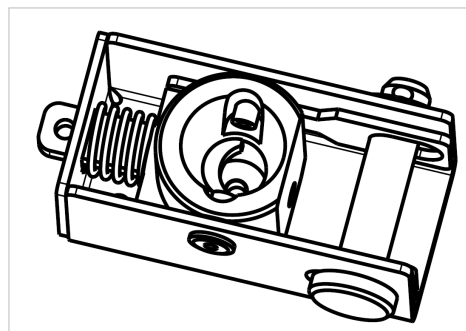

Abbildung 2: SET 3.1
- SET 3.1 (Abbildung 2) Standard Bauform